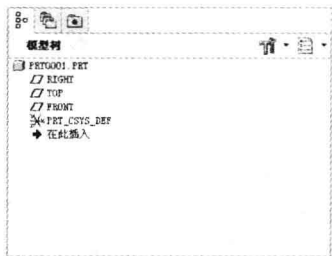

图 1-16 “模型树”选项卡
- “模型树”选项卡：模型结构以树状或分层形式显示，如图 1-16 所示。模型树提供了零件或组件模型的重要信息，同时也可以通过模型树选择需要编辑的特征或元件来进行修改操作。